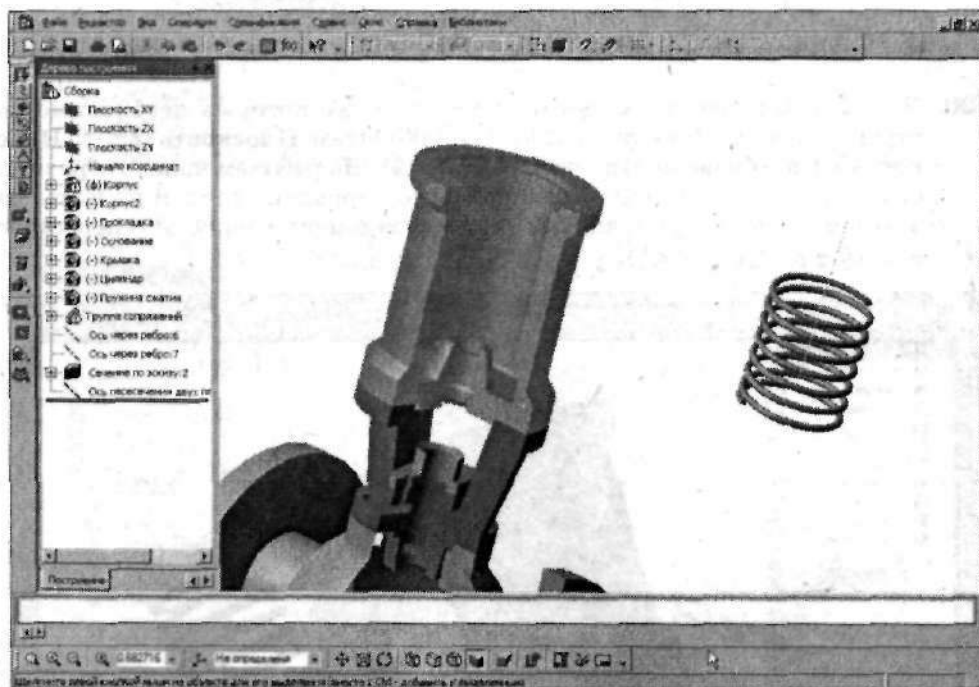

Рис. 3.46. Ось Пружины построена
21. Ответьте на вопрос утвердительно щелчком мыши по кнопке **Да**. Сборка будет перестроена, и в рабочем поле отобразится **Пружина** уже с построенной осью (рис. 3.46).